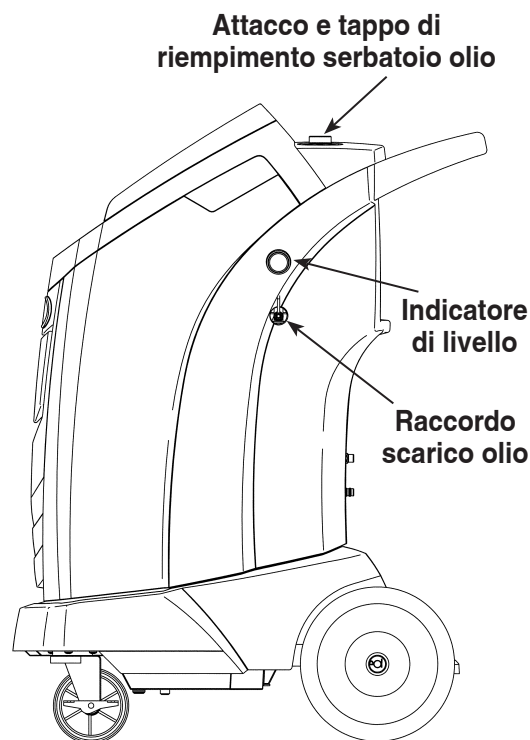

Figura 19
3. Quando il compressore si arresta, aprire **lentamente** il tappo di riempimento del serbatoio dell'olio per verificare che la pressione nella stazione sia nulla, quindi togliere con cautela il tappo. Vedi Figura 19.